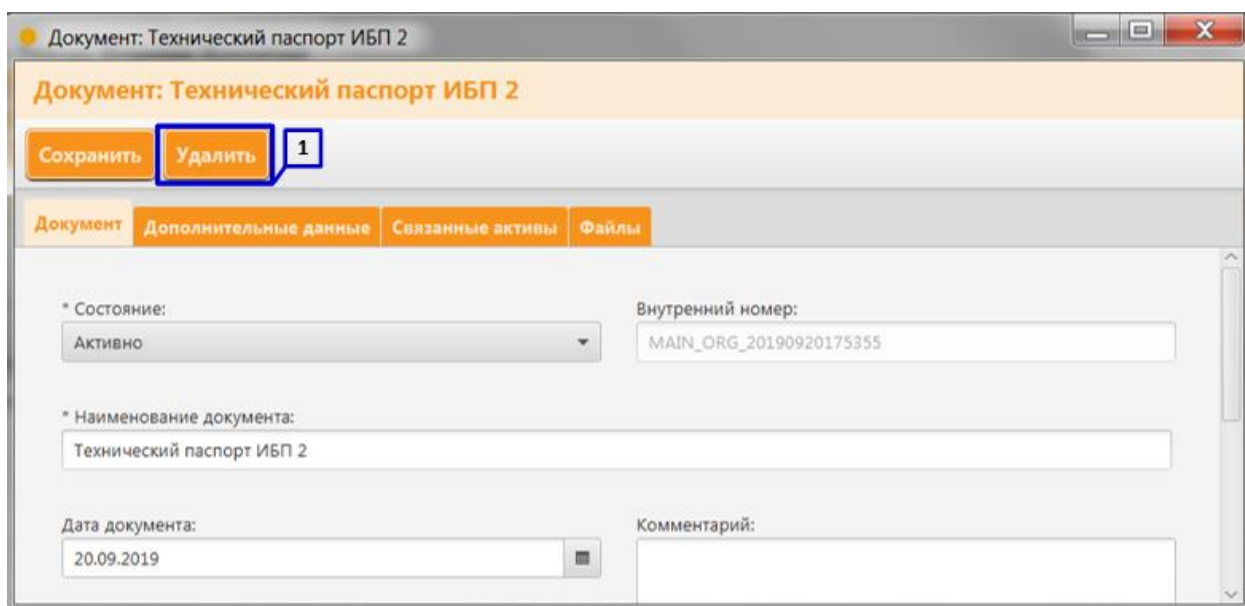

Рисунок 60. Удаление документа
25. Для того, чтобы удалить документ, откройте документ и нажмите клавишу «Удалить» (Рисунок 60 пункт 1).